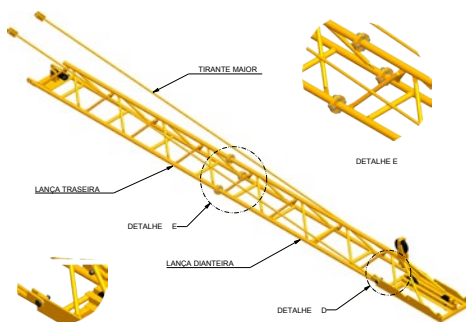

Figura 7
- Montar no solo o Tirante Maior na Lança com pinos e cupilha (Figura 7);
- Montar no solo a Lança Traseira e Dianteira com parafuso, porca, arruela lisa e arruela de pressão (Figura 7), formando a Lança da Mini Grua;